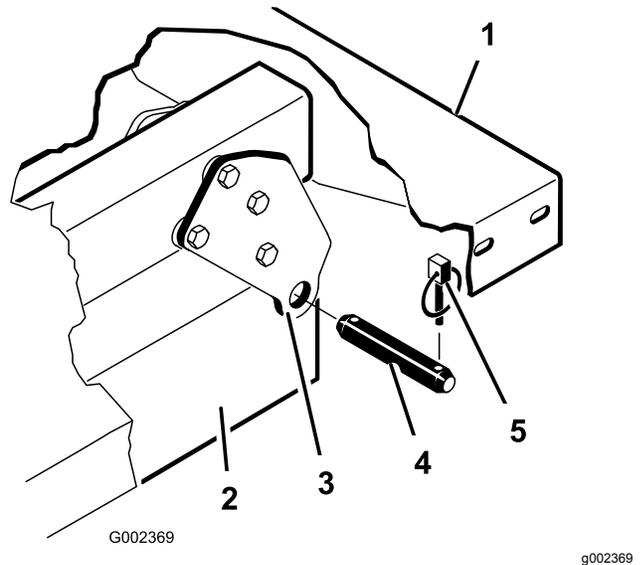

Bild 35
**Hinweis:** Achten Sie darauf, dass die Schwenkplatten am Ladepritschenrahmen bzw. -kanal so festgeschraubt sind, dass das untere Ende nach hinten abgewinkelt ist (Bild 35).